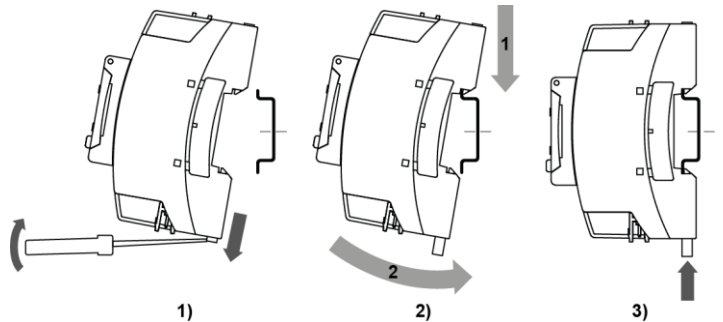

Рисунок 1 – Монтаж і демонтаж пристрою
2. Вставивши викрутку у вушко, відтягнути засувку (див. *рисунок 1*, 1). Пристрій встановити на DIN-рейку.
3. Пристрій притиснути до DIN-рейки (див. *рисунок 1*, 2, стрілки 1 і 2). Викруткою повернути засувку в початкове положення.